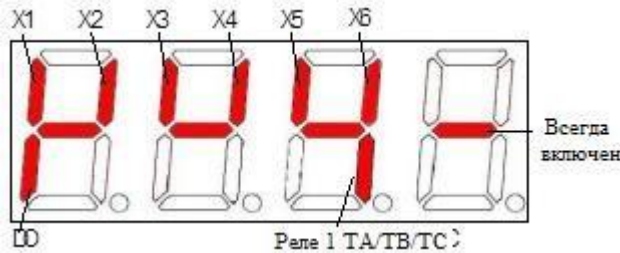

Рисунок 5.12.1 Индикация состояния клеммы
- ◆ Информация о состоянии клемм включает в себя состояние многофункциональных клемм X1 - X6, выходных клемм D0 двухстороннего открытого коллектора и выходного реле 1. Состояние функциональных клемм отображается ON/OFF указанного сегмента цифровой светодиодной трубки. Если сегмент цифровой трубки включен, это означает, что состояние соответствующего терминала находится в действующем состоянии; если он выключен, это означает, что статус является неэффективным. Для облегчения наблюдения имеется четыре постоянно включенных сегмента с цифровой трубкой (см. рис. 5.12.1).